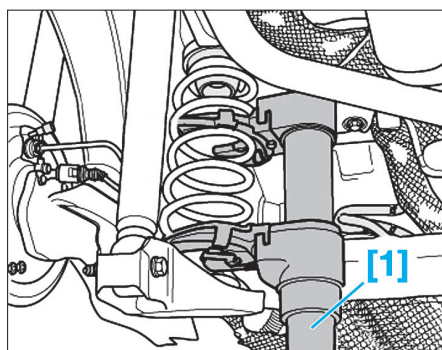

FIG. 70
- Poser l'outil [1] sur le ressort (Fig.70).